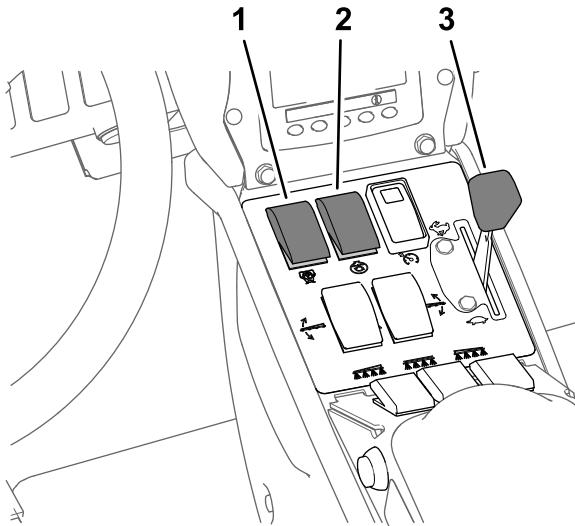

Figura 45
8. Ponga el interruptor de agitación y el interruptor de la bomba de fumigación en la posición de ACTIVADO (Figura 45).
9. Mueva el acelerador a la posición de RÁPIDO (Figura 45).
Nota: Este procedimiento supone que la bomba de fumigación está activada; consulte Figura 45, en Fumigación en el Modo de caudal de aplicación (página 41).
- Ajuste el acelerador a la velocidad de motor deseada para la fumigación; consulte Figura 45, en Fumigación en el Modo de caudal de aplicación (página 41).